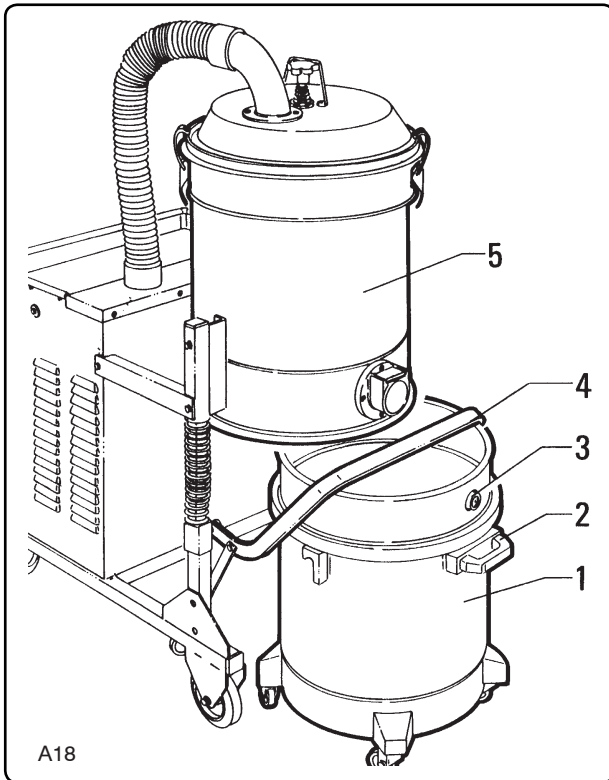

Fig. 6.3.1
6.3 - Svuotamento del contenitore (fig. 6.3.1)
6.3 - Emptying the container (fig. 6.3.1)
6.3 - Vidange de la cuve (fig. 6.3.1)
6.3 - Entleeren des Behälters (Abb. 6.3.1)